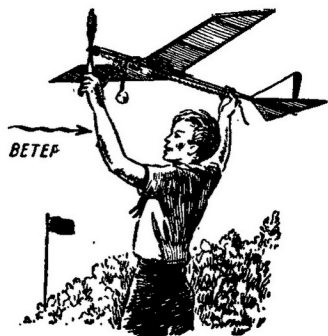

Рис. 64. Запуск модели из рук
**Запуск модели.** Взяв модель левой рукой за рейку, поближе к подшипнику, заведите резиномотор, вращая винт указательным пальцем правой руки. Отсчитав 50—60 оборотов, перенесите модель в правую руку, придерживая винт левой рукой. Выпускайте модель горизонтально (рис. 64), но сохраняйте силу толчка такую же, как при запуске на планирование.